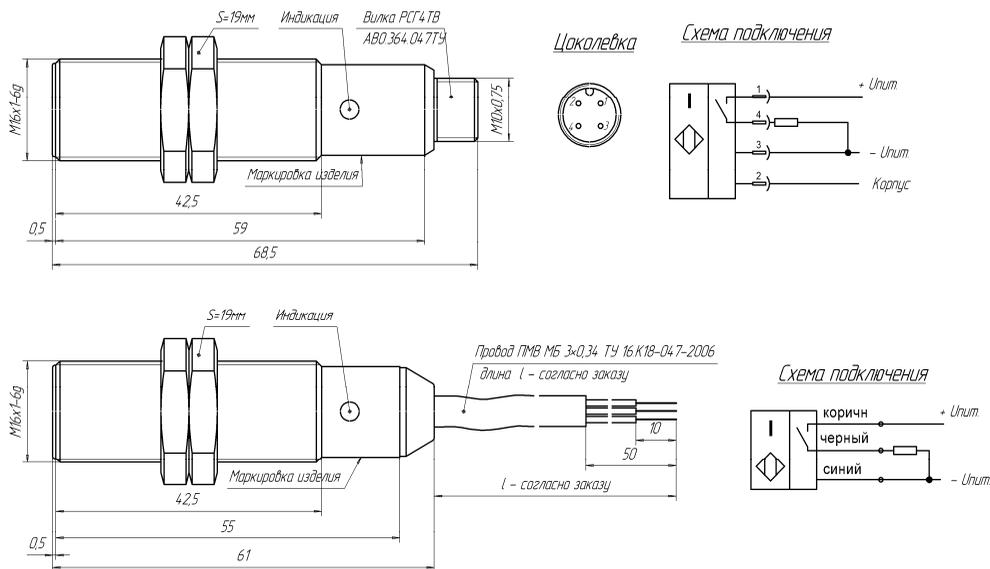

Рисунок 1. Габаритный чертёж
Габаритные и присоединительные размеры	В соответствии с габаритным чертежом (см. рис.1)
- Проверить маркировку выключателя и подключить в строгом соответствии со схемой подключения (см.рис.1).